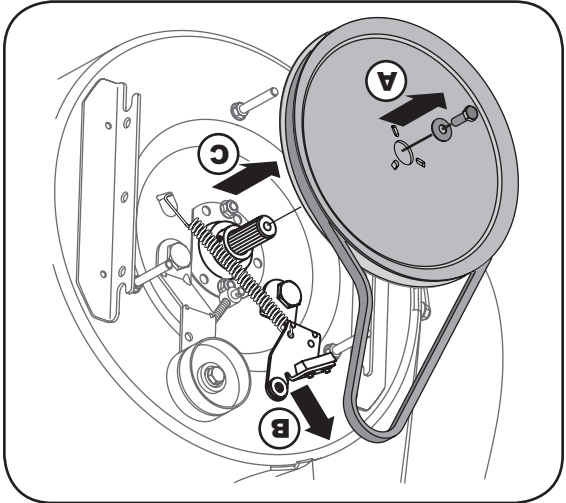

Figure 30
10. a. Utilisez une clé de 1/2 po pour enlever la vis à tête hex. et la rondelle du milieu de la poulie sur l'habitacle de la tarière. Voir la Figure 30.